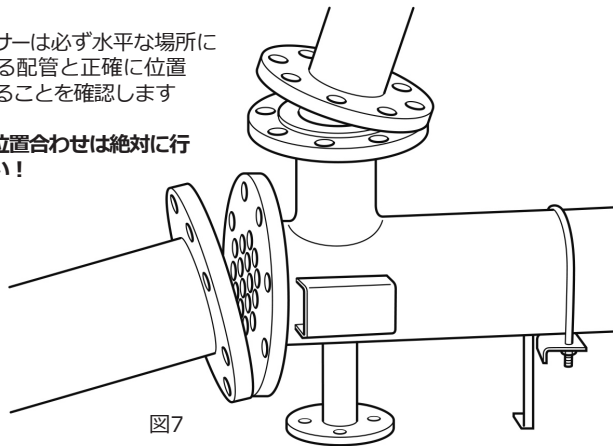

図7
4.7 ベントコンデンサーは必ず水平な場所に設置し、接続する配管と正確に位置合わせできていることを確認します（図7参照）。